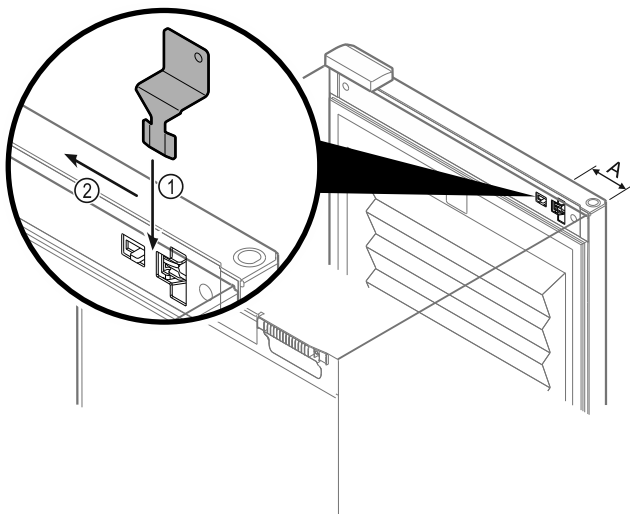

Fig. 218
- ▶ Поставете ключа за аварийно отключване на предвиденото място Fig. 218 (A) ≈ 100 mm.
- ▶ Вкарайте ключа за аварийно отключване между вратата и корпуса на уреда отгоре до упор Fig. 218 (1).
- ▶ Изтеглете ключа за аварийно отключване по посока на страната на пантите Fig. 218 (2).